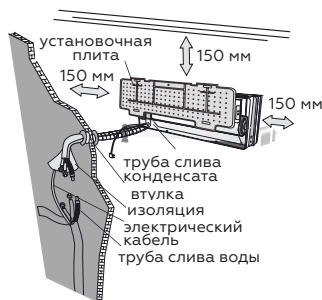

Рис. 4
9. Оставьте расстояние между прибором и стеной или потолком, как показано на рис.4